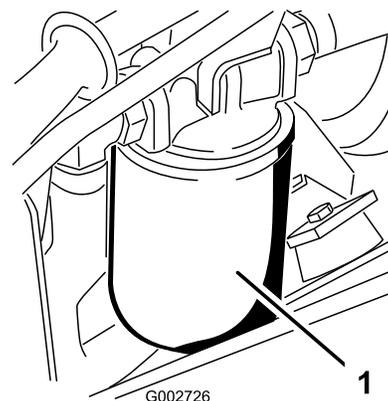

Figura 41
3. Coloque un recipiente debajo del filtro hidráulico que está situado en el lado izquierdo de la máquina (Figura 41).